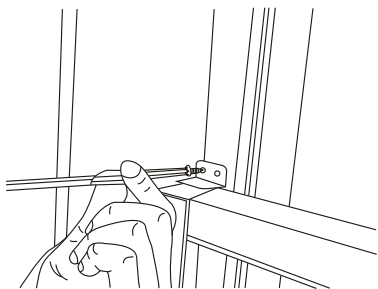

Fig.9
- 6** Pour sécuriser le cadre en place, attacher le mécanisme de verrouillage avec des vis de 3/4 po (19mm) 1/2 po (12.7mm) (Fig. 9).